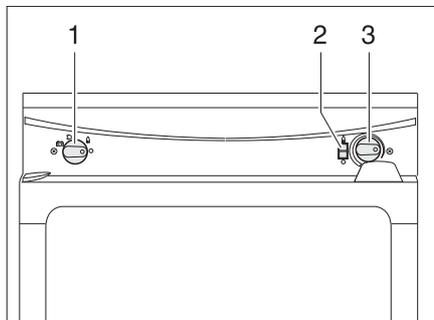

Bild 140 Bedienelemente für den Kühlschrank (Thetford ohne SES)
- Energie-Wahlschalter (Bild 140,1) auf Gas "▲" stellen.
- Drehregler (Bild 140,3) drücken und gedrückt halten. Die Gaszufuhr ist geöffnet. Der Zündvorgang erfolgt automatisch. Ein tickendes Geräusch ist hörbar, bis Zündvorgang erfolgreich abgeschlossen ist.
- Drehregler (Bild 140,3) gedrückt halten, bis der Flammenanzeiger (Bild 140,2) grün wird, dann loslassen. Falls die Flamme erlischt, wiederholt das Zündgerät automatisch den Zündvorgang.
- Energie-Wahlschalter (Bild 140,1) auf "○" stellen. Der Kühlschrank ist abgeschaltet.
- Energie-Wahlschalter (Bild 140,1) auf 230-V-Betrieb "⚡" stellen.
- Kühltemperatur mit dem Drehregler (Bild 140,3) einstellen.
- Energie-Wahlschalter (Bild 140,1) auf 12-V-Betrieb "🔋" stellen.